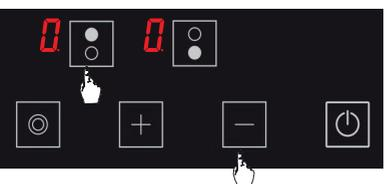

Figure 18
2. Appuyez sur la touche de sélection de plaque de cuisson supérieure () et sur la touche moins () simultanément. (voir Fig. 18) Vous entendrez un court signal d'avertissement à ce moment-là. Puis, enlevez vos doigts du panneau de commande de la cuisinière.